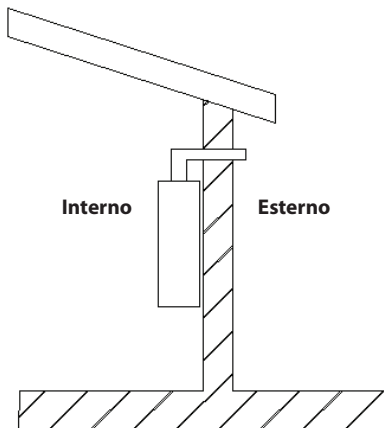

Figura 5.1
- L'apparecchio non può essere installato all'esterno. Lo scarico dei gas combusti dello scaldabagno dev'essere fatto passare attraverso una parete esterna (Figura 5.1).